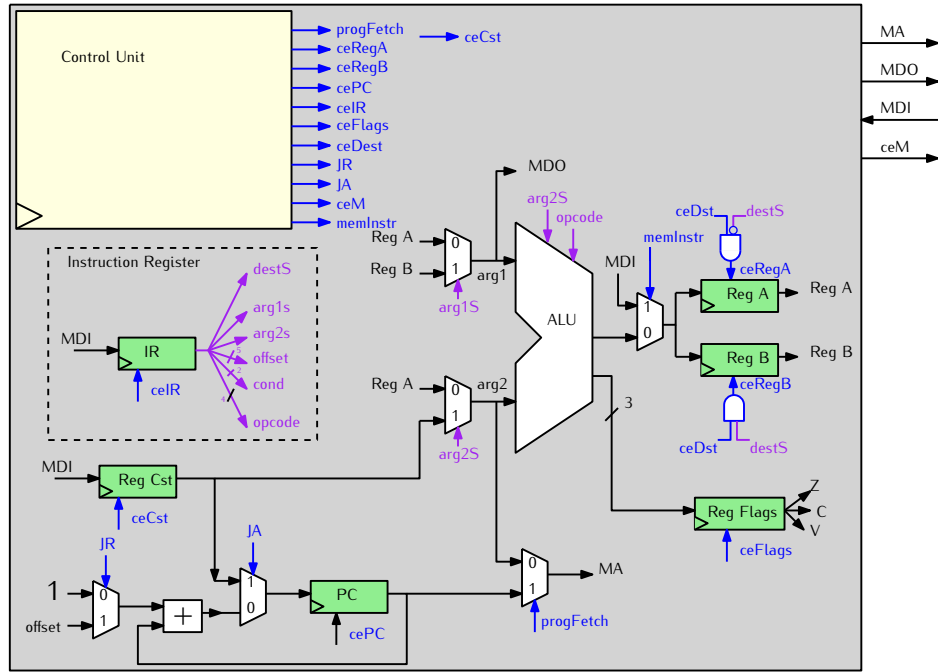
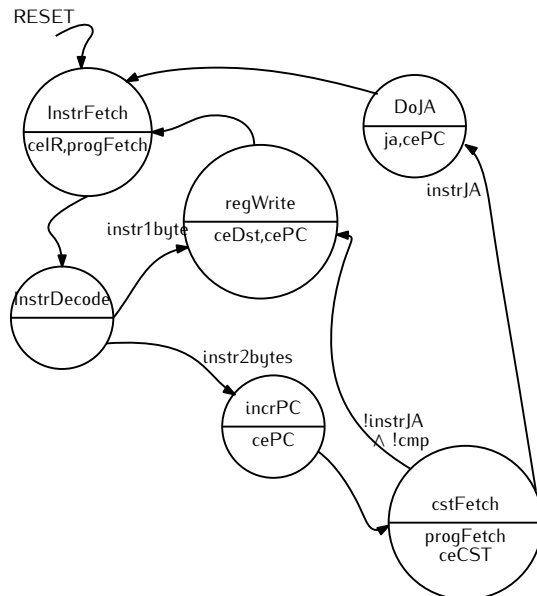

FIGURE 1 – Le datapath de la micro-machine (on notera les similarité avec les premier le processeur (Intel 8080 en figure 7, page 13).
FIGURE 2 – Automate de la version initiale de notre micro-machine Digital.
Intéressons nous maintenant à la machine qui va exécuter cet assembleur. Nous présentons Ici le *datapath* de la micro-machine (Fig. 1). Pour l'instant on ne peut pas comprendre complètement ce *datapath* mais on peut en comprendre certaines parties.
Étudions maintenant un peu plus en détail l'architecture de l'unité de calcul de la micro-machine de la Fig. 1.
L'automate de contrôle (correspondant à la boîte *Control Unit* sur la Fig. 1) est représenté en Fig. 2. On voit que cet automate comprend 6 états nommés *InstrFetch*, *InstrDecode* (correspondant aux notions de *Fetch* et *Decode* vues en cours), *regWrite* (correspondant au *Write Back*), *incrPc* (qui permet d'incrémenter PC pour lire une constante), *cstFetch* (qui charge une constante) et *DoJA* (qui exécutera l'instruction de saut absolu JA).
- **MM Control Unit** : L'unité de contrôle ou décodeur d'instruction, qui implémente l'automate représenté en Fig 2 (et qui est aussi représenté par le bloc `Control Unit` sur la Fig. 1).
- **MM DataPath** : le chemin de donné, représenté en Fig. 1.
QUESTION 6 ► Faites le lien entre le fichier `mm-minimale.dig` et les figures 1 et 2. En particulier, vous prendrez soin de repérer l'ALU, l'automate de contrôle, les registres A, B, PC et Reg Cst.
- Suivez les transitions d'état sur le dessin de la figure 2.
FIGURE 7 – Le schéma original du l'Intel 8080 extrait de la documentation de 1975 (à rapprocher du schéma de la figure 1). Origine : <https://bitsavers.trailing-edge.com/components/intel/MCS80/>